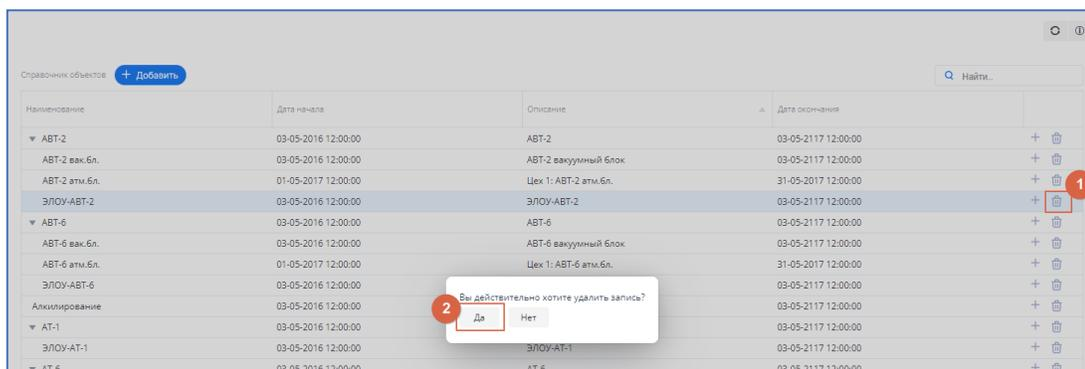

рис. 9.5. Удаление объекта
- нажать  (см. рис. 9.5. [1]);
- нажать **Да** (см. рис. 9.5. [2]), если этот объект необходимо удалить, нажать **Нет**, если удаление не нужно.